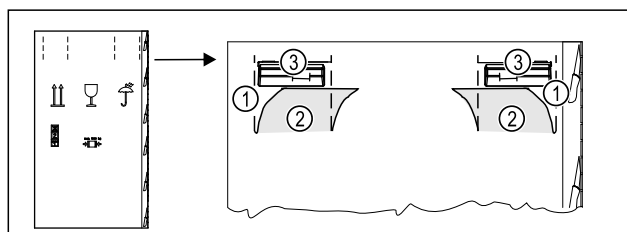

Fig. 5
- Vtlačte obalový karton nahoru na perforaci Fig. 5 (1).
- Vytáhněte vtlačené spojky Fig. 5 (2).
- Pravá a levá rukojeť Fig. 5 (3) je viditelná.
- Držte spotřebič za rukojeti Fig. 5 (3).